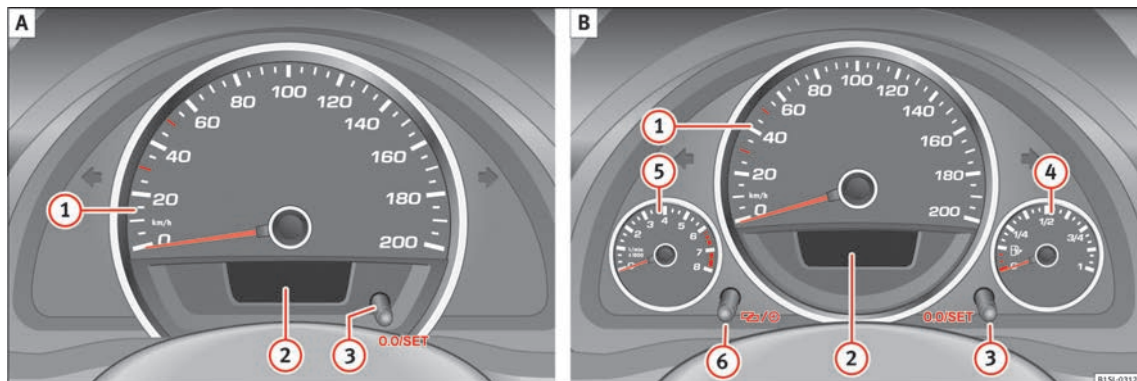

Fig. 95 Tableau de bord, dans la planche de bord : variante 1 (A) et variante 2 (B).
Explications concernant les cadrans » **fig. 95** :
L'écran du tableau de bord » **fig. 95 2** affiche diverses informations en fonction de l'équipement du véhicule :
L'indicateur de maintenance s'affiche sur l'écran du tableau de bord » fig. 95 ②.